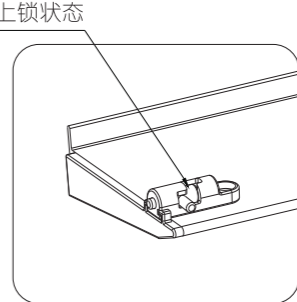
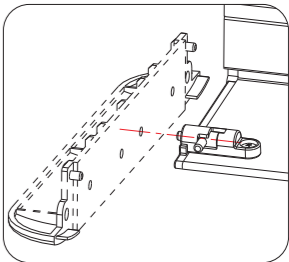

图25
图26
- 5) 将挡板的锁扣件打下如图25所示，（可上下移动挡板，直到听到"咔"一声），将锁扣件插销插入塑料端盖小孔内，如图26所示；让挡板不能往上挪动，使其与装饰底相平。